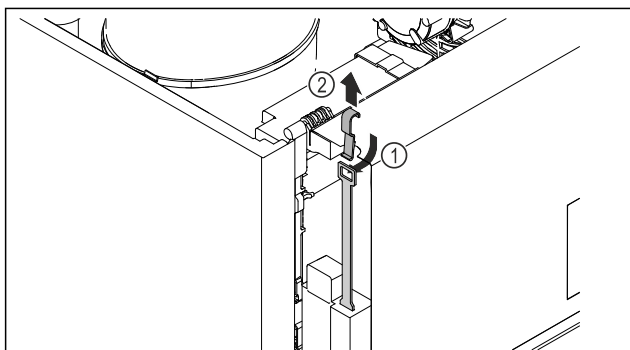

Fig. 209
- Vstavite ključ za odklepanje v sili od zgoraj Fig. 209 (1) in ga zataknete v ključavnico ter povlecite navzgor Fig. 209 (2).